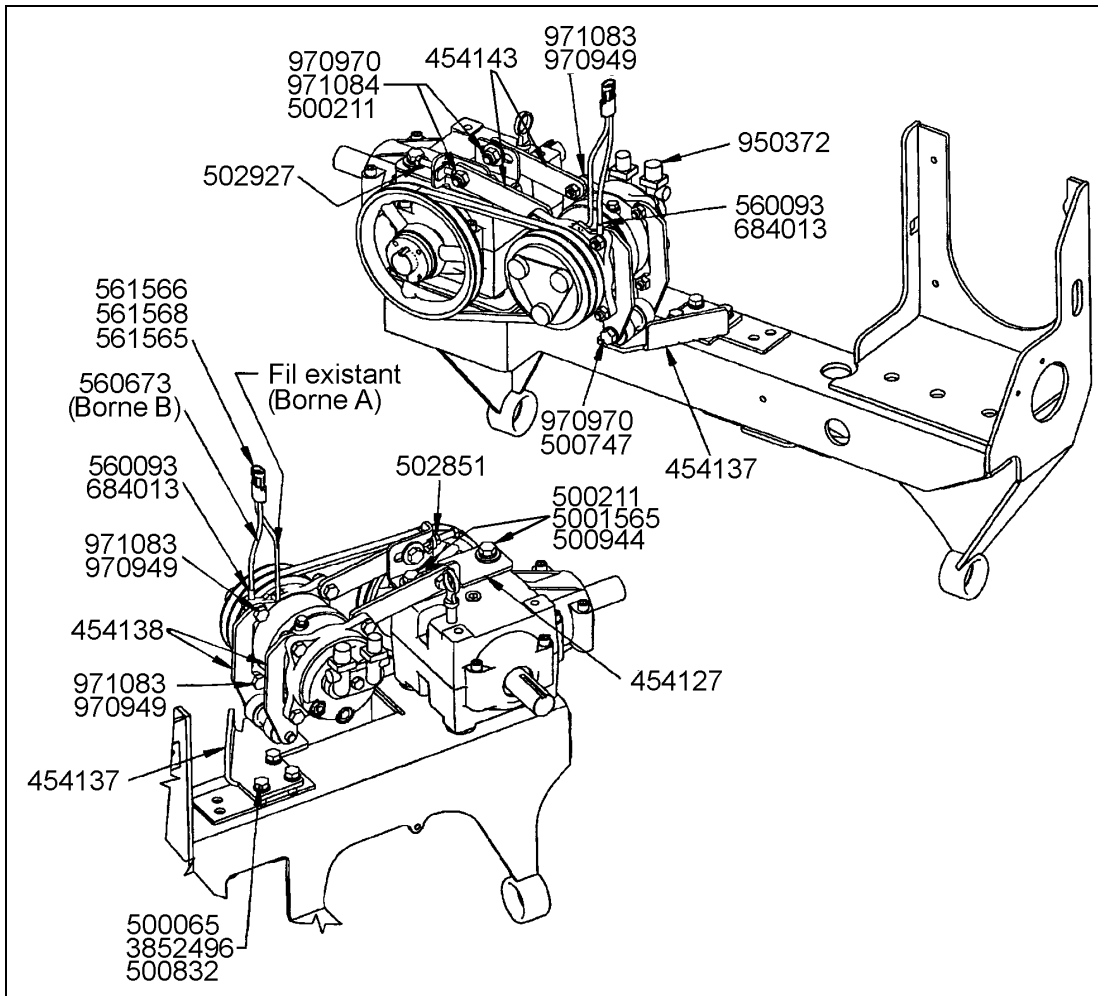

FIGURE 12 : INSTALLATION DU COMPRESSEUR
11. Installer les fils électriques du compresseur et les connecter avec le montage du compresseur (voir la figure 12).